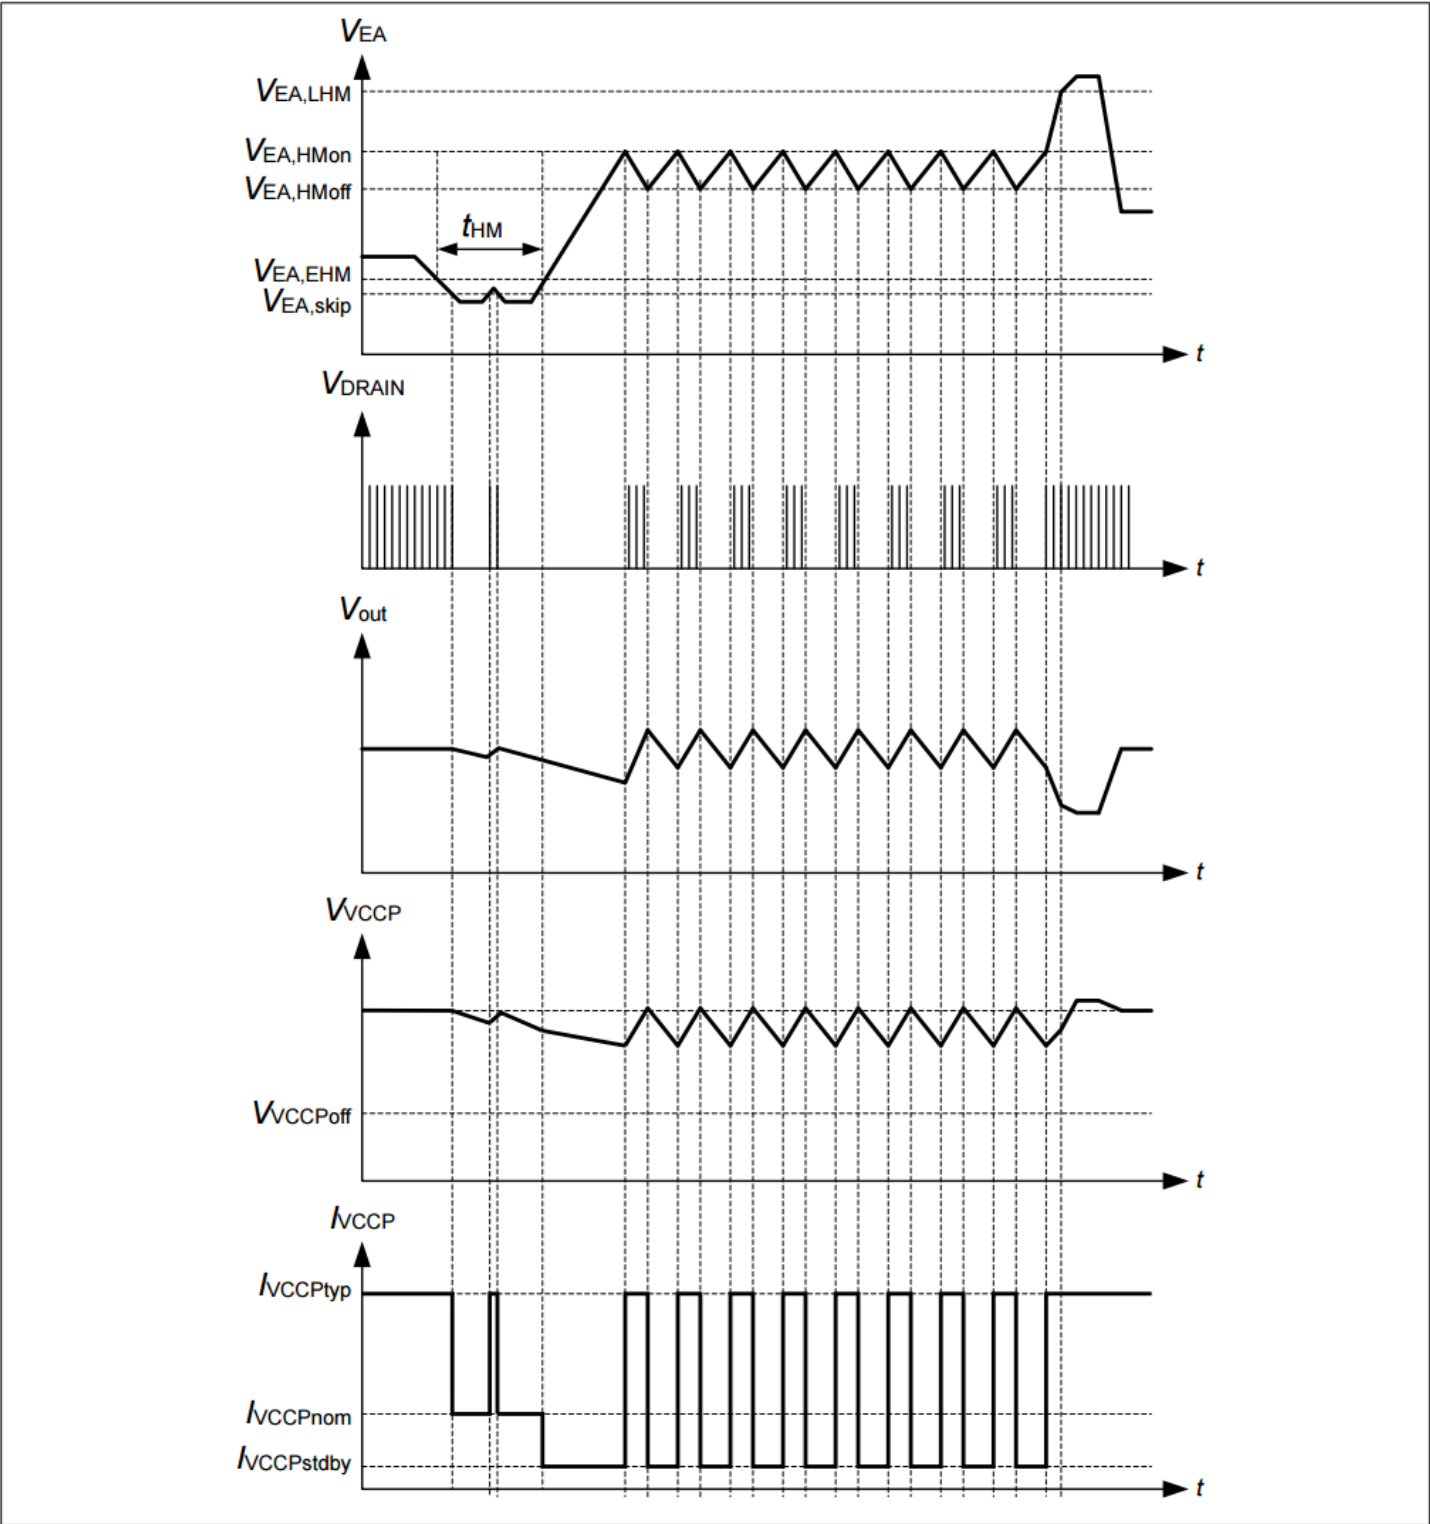

图 8 进入、处于和退出滞回模式的典型信号
在持续轻载条件下，控制器会进入滞回模式 (HM)，以最大限度地降低平均功耗。进入滞回模式的目标是低输出功率范围。要确定是否进入滞回模式，需要满足三个条件（见图 8）：